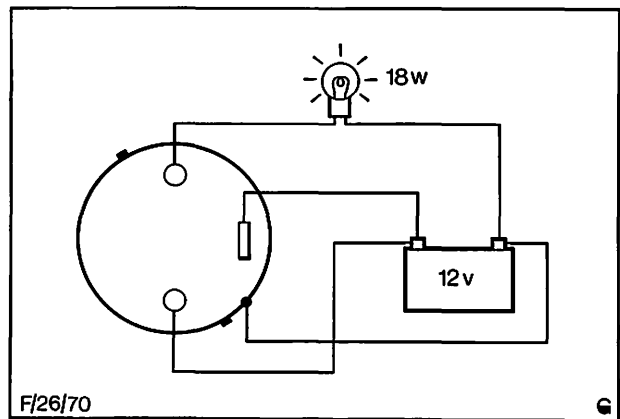

Abb. 8 Magnetschalter-Funktionstest
2. Beide Magnetschalterkabel abgeklemmt lassen. Neuen Prüfkreis, Abb. 8, mit einer Prüflampe von 18 ... 21 Watt zwischen der Batterie und den Hauptanschlüssen des Magnetschalters anschließen.